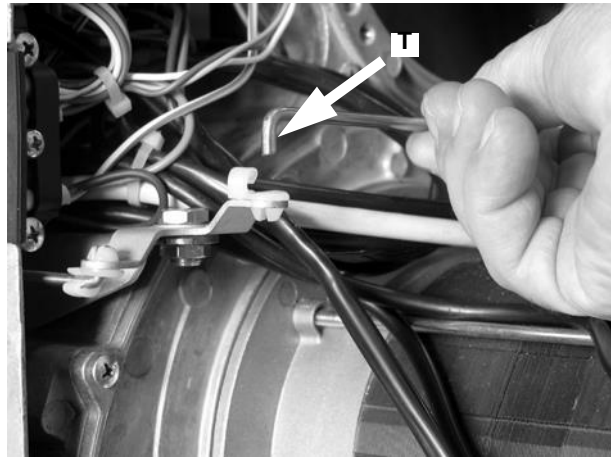

Fig. 45
- Entfernen Sie die Stange T aus ihrem Gehäuse, wie in Abb. 45 dargestellt.
- Die Stange T wieder einsetzen (Abb. 45).